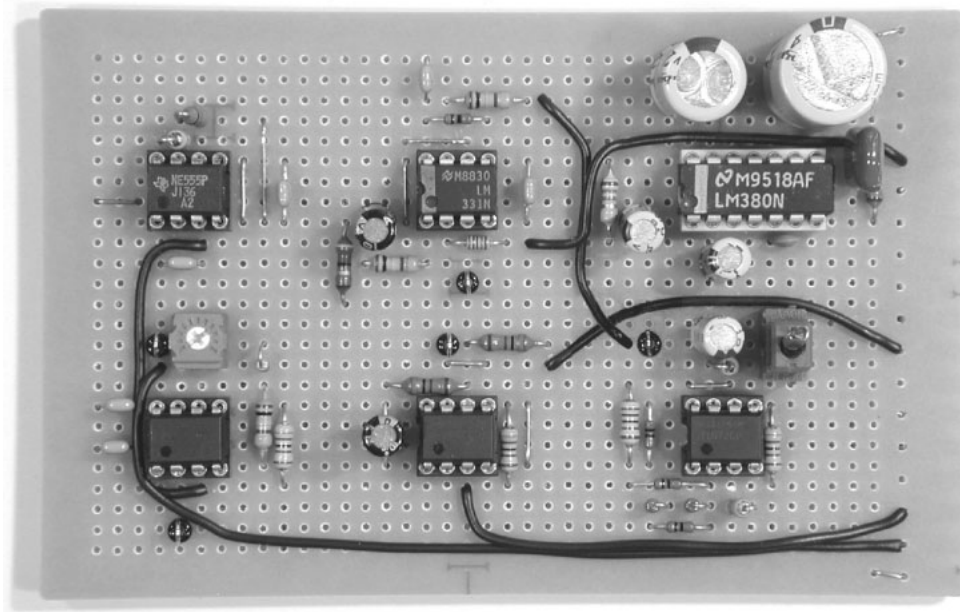

図14 完成基板部品面
- ①図 14、15に完成基板の実体配線図を示す。ケース実装の前に配線の最終確認を行う。